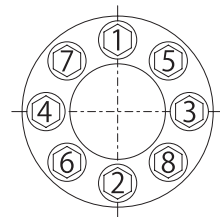

図2 クランプねじ締付け順序
3. トルクレンチを使用し最終締付けトルク Ms まで 1/3、2/3、3/3 と数回に分け徐々に対角線上にクランプねじを締付けます。（図2参照）